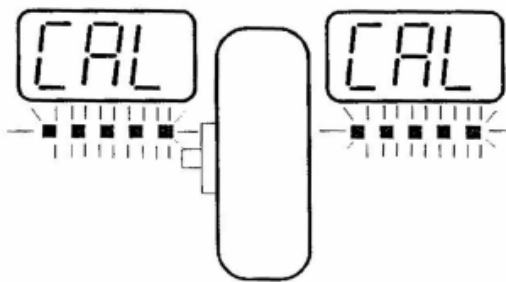

Fig. 4
3°) Em seguida, mantendo a tecla PROG. (6) pressionada, pressione também a tecla AFER. (8). Note que nos displays (2 e 3) estará escrito "CAL CAL", e que as duas barras indicadoras da posição do contrapeso (1 e 4) estarão piscando, aguarde até que elas parem de piscar. Neste momento o balanceador estará no modo de auto-aferição (veja fig. 4)